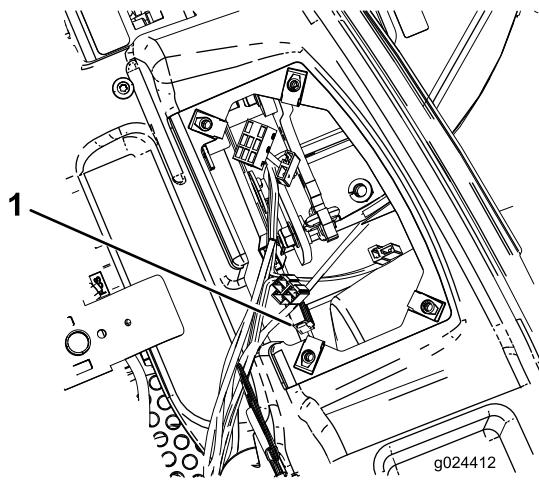

**Figure 43**
**Remarque:** Les fusibles sont situés sur la console droite, près du siège (Figure 43).
4. Placez un fusible devant la fente du porte-fusibles (Figure 43).
5. Poussez le fusible dans le porte-fusibles jusqu'à ce qu'il soit complètement engagé (Figure 43).